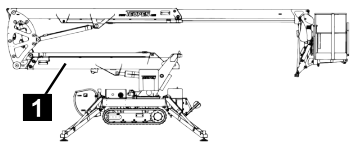

Fig. 180
4. Monter le bras inférieur (Fig.180/1), jusqu'à ce qu'il soit à l'horizontale (↪ Chapitre 7.16 „Mode d'entretien”, page 128).